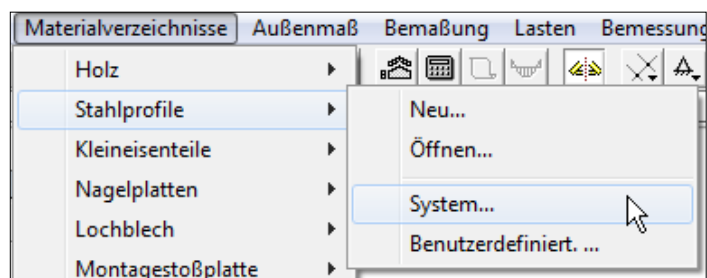

Abb. D 29
- Markieren Sie die Zeile mit der Holzlasche S10 24x200 Länge 300 (*hier Zeile 5, Abb. D 29*) durch Klick auf die entsprechende Zeilennummer.
Über *Materialverzeichnis* ä *Stahlprofile* ä *System...* (Abb. D 29) können alle im Programm voreingestellten Stahlprofile eingesehen werden.